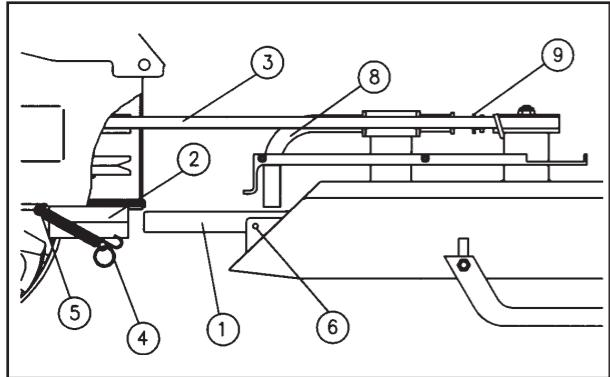
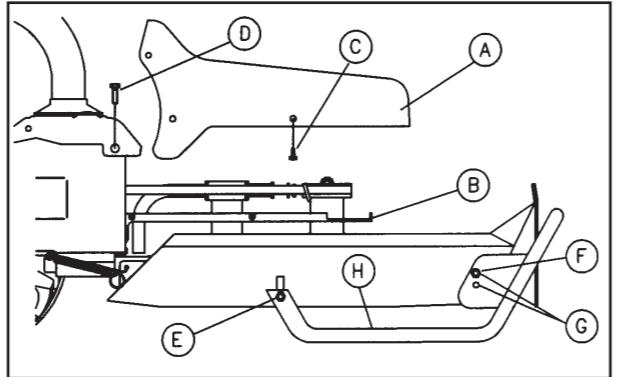

Fig. 1
Fig. 2
Vor der Montage und Inbetriebnahme unbedingt die Bedienungsanweisung beachten ! Das Anbaugerät Sichelmäher (Mulchgerät) ist ausschließlich für den üblichen Einsatz in der Land- und Forstwirtschaft, Grünflächen und Anlagenpflege bestimmt. Jeder darüber hinausgehender Gebrauch gilt als nicht bestimmungsgemäß. Überprüfen, vor jedem Gebrauch, dass die Vorder- und Hinterschutze aus Wachstuch nicht abgenutzt oder gebrochen wären. Wenn nötig, müssen sie ersetzt werden. Gefahr durch Fremdkörper auf der zu mähenden Fläche. Deshalb ist es unbedingt erforderlich auf Fremdkörper zu achten und diese zu entfernen. Der Bedienende hat die Verantwortung gegenüber Dritten und muß daher Sorge tragen, daß sich Diese außerhalb des Arbeitsbereiches aufhalten ! Wartungs- und Reinigungsarbeiten am Gerät sowie die Schnitthöhenverstellung dürfen nur bei stillgesetztem Motor und abgezogenem Zündkerzenstecker mit geeignetem Werkzeug vorgenommen werden ! Verletzungsgefahr ! **ANBAU DES SICHELMÄHWERKS (MULCHGERÄT):** BILD 1 - Die Maschine mit stillstehendem Motor in waagrechte Position bringen. Den Tragzapfen des Sichelmähers (1) zur Hälfte in das Tragrohr (2) der Maschine einschieben. Danach den Antriebskeilriemen (3) auf die Keilriemenscheibe der Maschine aufziehen. Dabei wird der Tragzapfen in die richtige Position bis zum Anschlag der Maschine gebracht. Die Rückholfeder (4) in die Fanghaken (5) der Maschine bringen. Danach die Rückholfeder spannen und die enden (Haken) in Bohrung (6) einhaken ! BILD 2 - Die Schutz- und Abdeckhaube (A) wird mit 5 Stück Schrauben (C) an den Träger (B) montiert. Danach die 2 Stück Schrauben (D) an der Maschine demontieren und zusammen mit der Schutzhaube wieder montieren.
MONTAGGIO DEL FALCIATUTTO: FIG. 1 - A motore fermo e con la macchina in posizione orizzontale, inserire per metà il perno del tosaerba (1) nella sede dell'attacco rapido (2). Montare la cinghia (3) e portare a fine corsa il perno; inserire le molle (4) nei rispettivi ganci (5) e successivamente nei fori (6). FIG. 2 - Fissare il coperchio in polipropilene (A) al supporto inferiore (B) tramite le 5 viti autofilettanti (C), quindi togliere le 2 viti (D) del motocoltivatore per fissarle al coperchio.
ASSEMBLING OF THE GRASSLAND MOWER: FIG. 1 - At engine off and with the machine in horizontal position, connect half-pivot of the grassland mower (1) in the couple of the quick connection (2). Assemble the belt (3) and connect the whole pivot; connect the springs (4) in the respective hooks (5) and then in the holes (6). FIG. 2 - Fix the cover in polypropylene (A) to the cover support (B) through the 5 screw auto-cutting (C), so remove the 2 screw (D) of the motor-cultivator to fix them to the cover.
MONTAGE DE LA DEBROUSSAILLEUSE: FIG. 1 - Le moteur étant arrêté et la machine en position horizontale, introduire jusqu'à moitié l'axe (1) de la débroussailleuse dans l'emplacement de l'attelage rapide (2). Monter la courroie (3) en portant l'axe de guidage en fin de course; fixer les ressorts (4) dans les crochets respectifs (5) puis dans les trous (6). FIG. 2 - Monter le capot en polypropylène (A) au support inférieur (B) par les 5 vis filetées (C), puis enlever les 2 vis (D) de la machine pour les fixer au capot.